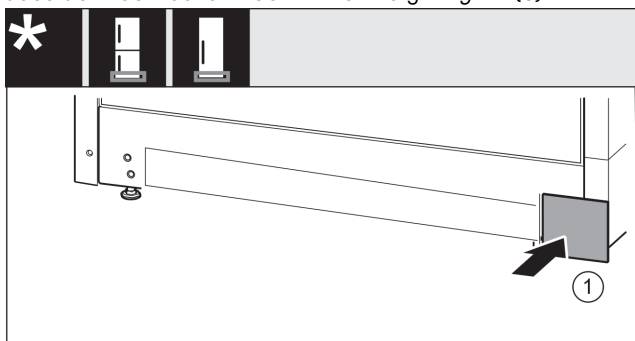

Fig. 20
- ▶ Abdeckung auf der anderen Seite wieder aufsetzen. Fig. 20 (1)